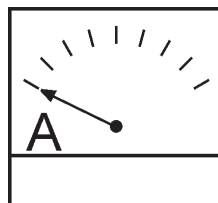

Figure 33. Ampèremètre (Pas de Charge)
6. L'ampèremètre (Figure 33) indique **zéro amp** lorsque aucune charge n'est appliquée. En cas d'application de charge, l'ampèremètre affiche l'intensité de courant que la charge tire du générateur.